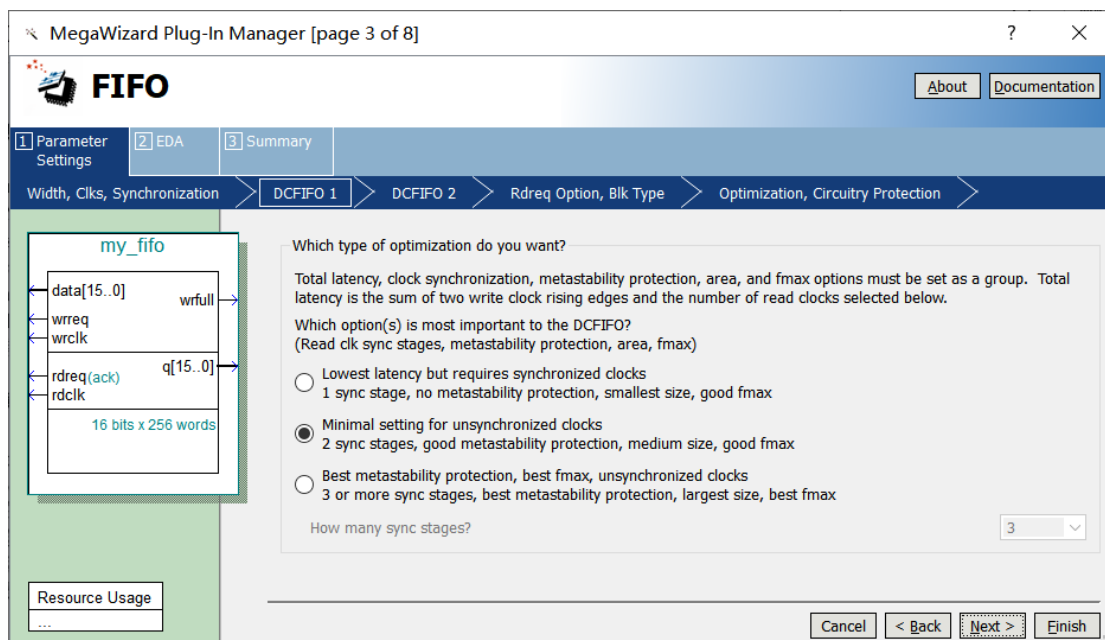

图 17-7
5、该对话框保持默认直接 Next 即可，如图 17-7 所示。